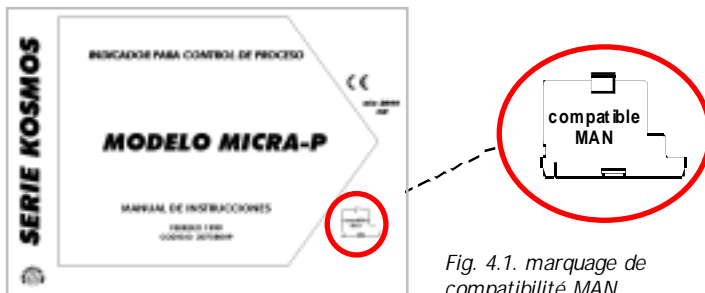

Fig. 4.1. marquage de compatibilité MAN
1. Vérifier que la marque de compatibilité figure bien sur la première page du manuel du MICRA (voir fig. 4.1).